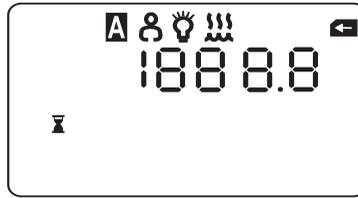

Figure 6-4 Écran de veille
- d. L'écran suivant est celui de pause, illustré à la figure 6-4 : l'appareil est à l'état de pause (turbine désactivée).